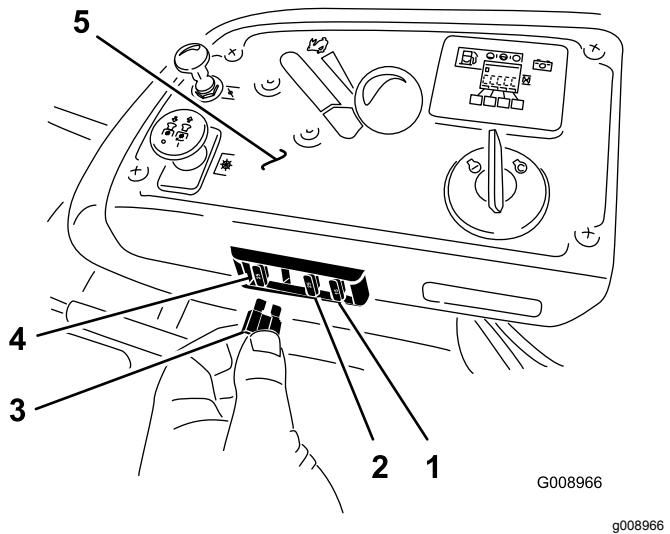

Bild 73
Die Sicherungen befinden sich an der Konsole rechts vom Sitz (Bild 73).
2. Setzen Sie eine neue Sicherung ein (Bild 73).